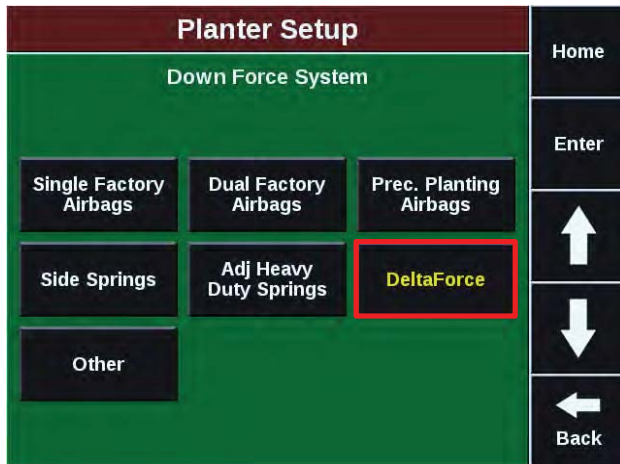

Ilustración 2
- 1.5 Seleccione el "Sistema de fuerza descendente" apropiado para esta sembradora específica. Consulte la Ilustración 2.